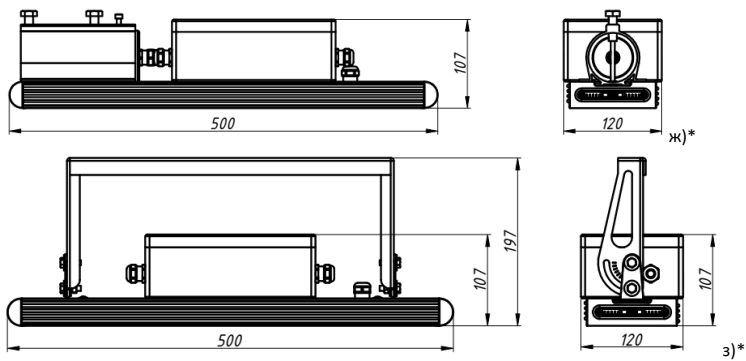
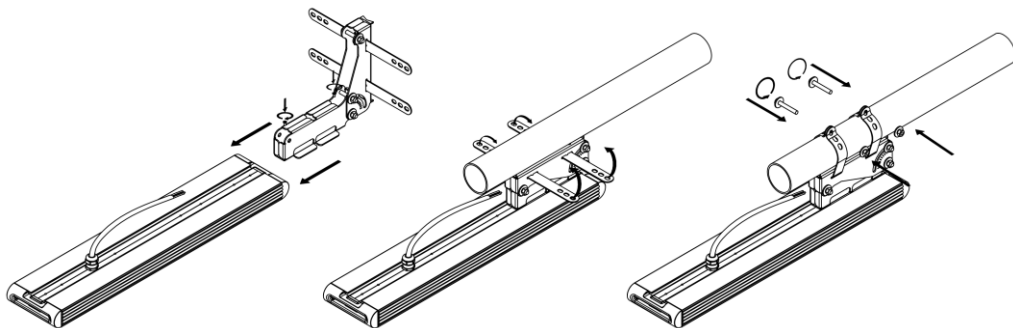

Рисунок 5 — Варианты крепления светильника Element БАП (на примере корпуса 0,5x1):
Рисунок 6 — Установка крепления Консоль с регулировкой (на примере Element 0,5x1).
3.3. На задней части светильника конструкцией предусмотрена установка системы крепления (см. рисунок 5). В зависимости от варианта установки светильника существует 8 типов крепления:
5.4.2. Распакуйте крепление и установите на светильнике (см рисунок 6). Заведите крепление в паз на корпусе светильника. Для фиксации крепления на корпусе светильника имеются 2 отверстия. Совместите отверстия на креплении с отверстиями на корпусе. Шаг между винтами на креплении должен совпасть с шагом между винтами на корпусе. Вкрутите два винта М5, идущих в комплекте для фиксации крепления на корпусе светильника.
5.4.4. Обогните два хомута вокруг трубы (см. рисунок 6). Труба не должна упираться в гермоввод на корпусе светильника.
5.6.1. Распакуйте крепление и установите на светильнике (см рисунок 6). Заведите крепление в паз на корпусе светильника. Для фиксации крепления на корпусе светильника имеются 2 отверстия. Совместите отверстия на креплении с отверстиями на корпусе. Шаг между винтами на креплении должен совпасть с шагом между винтами на корпусе. Крепление должно встать симметрично поперечной оси светильника. Вкрутите два винта М5, идущих в комплекте для фиксации крепления на корпусе светильника (см. рисунок 5, б).
5.6.3. Подготовьте поверхность, разметьте места крепления под скобу, согласно расположению отверстий на скобе (см. рисунок 5, б), просверлите отверстия на монтажной поверхности.
5.8.1. Распакуйте крепление и установите на светильнике (см рисунок 5, г). Заведите крепление в паз на корпусе светильника. Для фиксации крепления на корпусе светильника имеются 2 отверстия. Совместите отверстия на креплении с отверстиями на корпусе. Шаг между винтами на креплении должен совпасть с шагом между винтами на корпусе. Вкрутите два винта М5, идущих в комплекте для фиксации крепления на корпусе светильника. Крепление должно встать симметрично поперечной оси светильника.
5.8.3. Подготовьте поверхность, разметьте места крепления под кронштейн, согласно расположению отверстий на ответной части кронштейна (см. рисунок 5, г), просверлите отверстия.
5.8.4. Закрепите светильник при помощи болтов/винтов на поверхности. С помощью поворотного кронштейна выставите нужный угол поворота светильника (см. рисунок 6). Затяните болты.
5.9.1. Распакуйте крепление и установите на светильнике (см рисунок 5, д). Заведите крепление в паз на корпусе светильника. Для фиксации крепления на корпусе светильника имеются 4 отверстия. Совместите отверстия на креплении с отверстиями на
5.10.1. Распакуйте крепление и установите на светильнике (см рисунок 8). Заведите крепление в паз на корпусе светильника. Для фиксации крепления на корпусе светильника имеются 4 отверстия. Совместите отверстия на креплении с отверстиями на корпусе. Шаг между винтами на креплении должен совпасть с шагом между винтами на корпусе. Вкрутите четыре винта M5, идущих в комплекте для фиксации крепления на корпусе светильника. Крепление должно встать симметрично поперечной оси светильника (см рисунок 5, е)